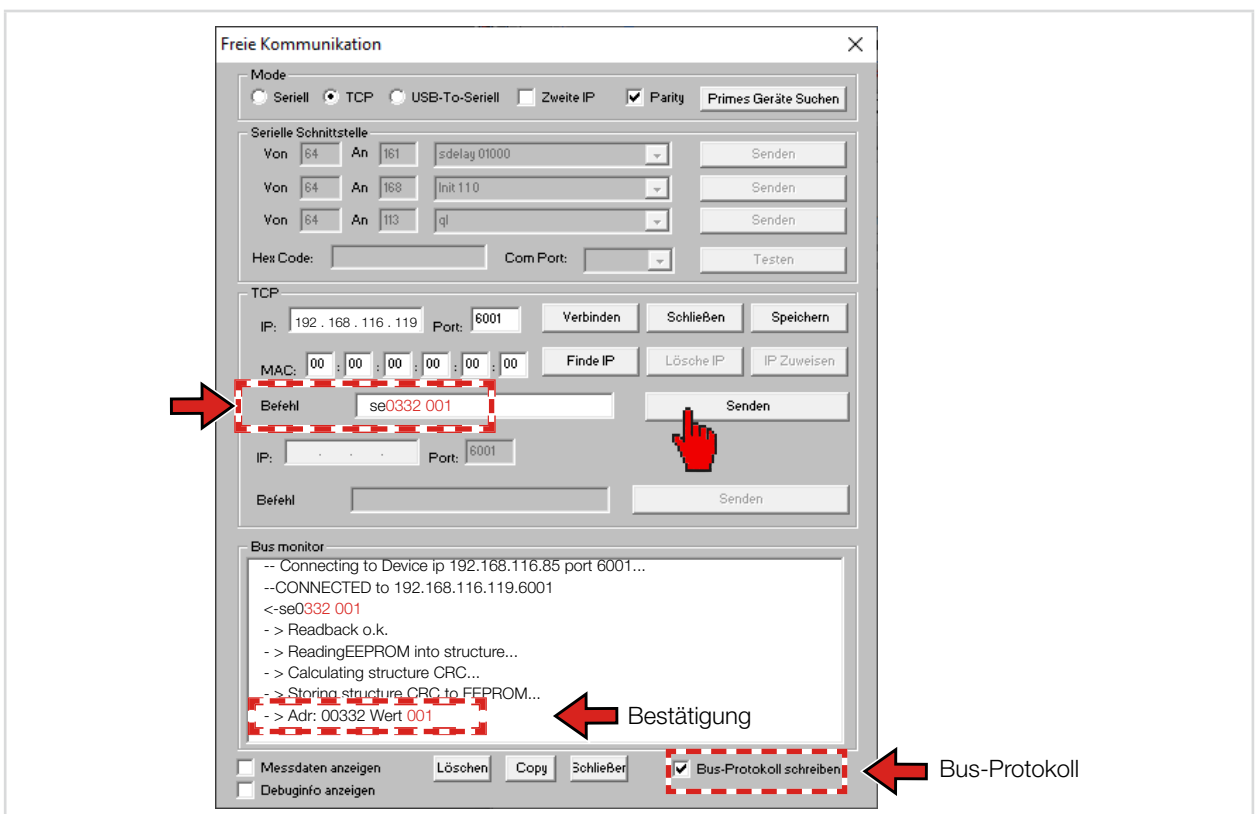

Abb. 9.4: DHCP im Dialogfenster **Freie Kommunikation** aktivieren
8. Klicken Sie auf die Schaltfläche **Senden** und warten Sie die Bestätigung im **Busmonitor** ab (siehe Abb. 9.4 auf Seite 47 „- > Adr:0332 Wert: 001“)